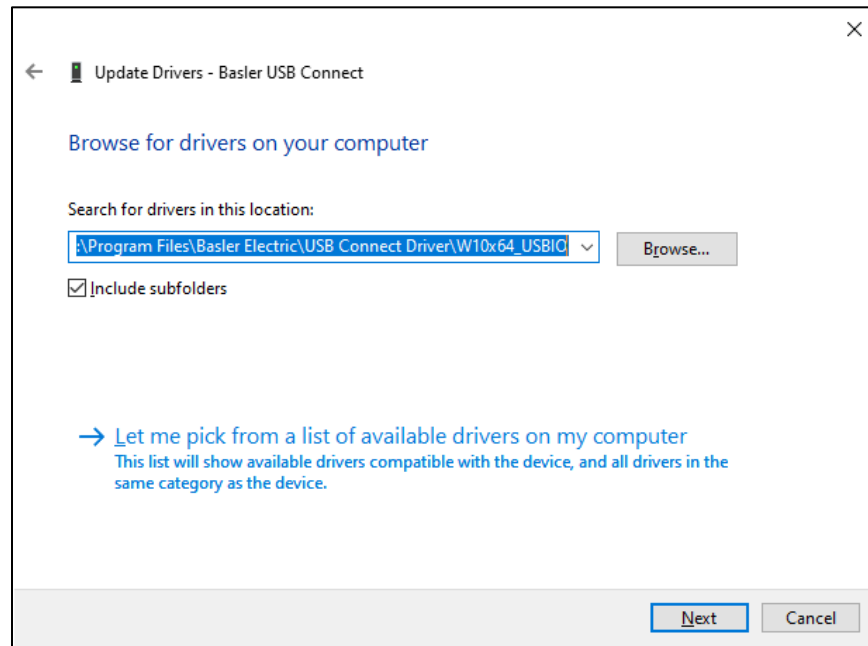

Figura 9-5. Actualizar el software del controlador - DGC-2020HD
Paso 5: Haga clic en Browse (Examinar) y navegue hasta C:\Program Files\Basler Electric\USB Connect Driver\W10x64_USBIO. Haga clic en Next (Siguiente). Consulte Figura 9-5.